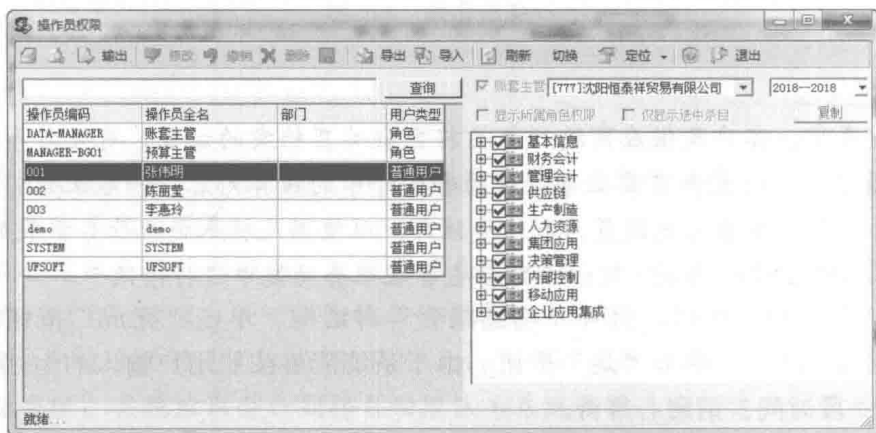

图 1-7 操作员权限
(1) 在“系统管理”窗口中，执行“权限”|“权限”命令，打开“操作员权限”窗口。
(2) 在“操作员权限”窗口中，选择“777 账套”，时间为“2018 年度”，从窗口左侧操作列表中选择“001 张伟明”，可以看到“账套主管”复选框为选中状态，如图 1-7 所示。